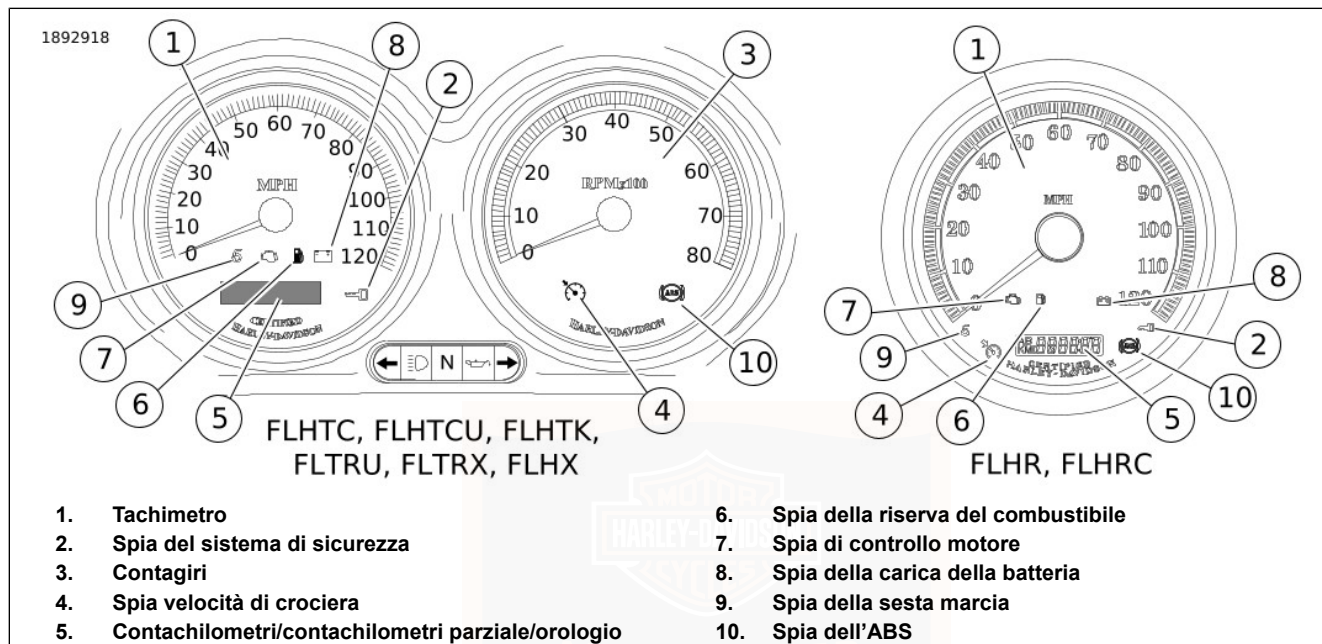

Figura 10. Spie della strumentazione
Vedere Figura 10. La spia di controllo del motore si trova lungo la parte inferiore del quadrante del tachimetro. Ha lo scopo di segnalare se il motore e il sistema di gestione del motore stiano funzionando regolarmente. La spia di controllo del motore è di color ambra.
Vedere Figura 10. La spia della riserva del combustibile si trova sul quadrante del tachimetro, in basso al centro accanto alla spia di controllo del motore. Questa spia si accende per avvisare che nel serbatoio del combustibile restano all'incirca 3,8 L (1.0 USgal) di benzina. La spia della riserva del combustibile è di colore ambra.
Vedere Figura 10. La spia rossa di carica della batteria indica se la carica della batteria è eccessiva o insufficiente. Vedere MANUTENZIONE E LUBRIFICAZIONE > BATTERIA: GENERALE (Pagina 200).
- Vedere Figura 10. Una spia verde o arancione sul quadrante del tachimetro o del contagiri segnala che il controllo della velocità di crociera è INSERITO (spia verde) o NON INSERITO (spia arancione).
Vedere Figura 10. La spia della sesta marcia sul quadrante del tachimetro indica quando il cambio è ingranato alla sesta marcia.
Vedere Figura 10. La spia rossa del sistema di sicurezza sul quadrante del tachimetro indica quando è attivato il sistema di sicurezza. Vedere MODULO DI SICUREZZA VIVA-VOCE > SISTEMA DI SICUREZZA SMART HARLEY-DAVIDSON (Pagina 127).
Vedere Figura 10. Sui modelli equipaggiati con ABS, la spia di colore ambra dell'ABS inizia a lampeggiare quando si porta la chiave su ACCESO, ad indicare che il sistema è operativo. Continua a lampeggiare finché la motocicletta non raggiunge la velocità di 5 km/h (3 mph). La spia si accende e rimane costantemente illuminata soltanto se l'ABS rileva che l'impianto è difettoso. Nella modalità diagnostica, la spia si
1. Vedere Figura 10. Spingere l'interruttore VELOCITÀ DI CROCIERA per attivare il controllo della velocità di crociera. L'icona arancione sulla superficie del comando si accende quando il sistema viene attivato.